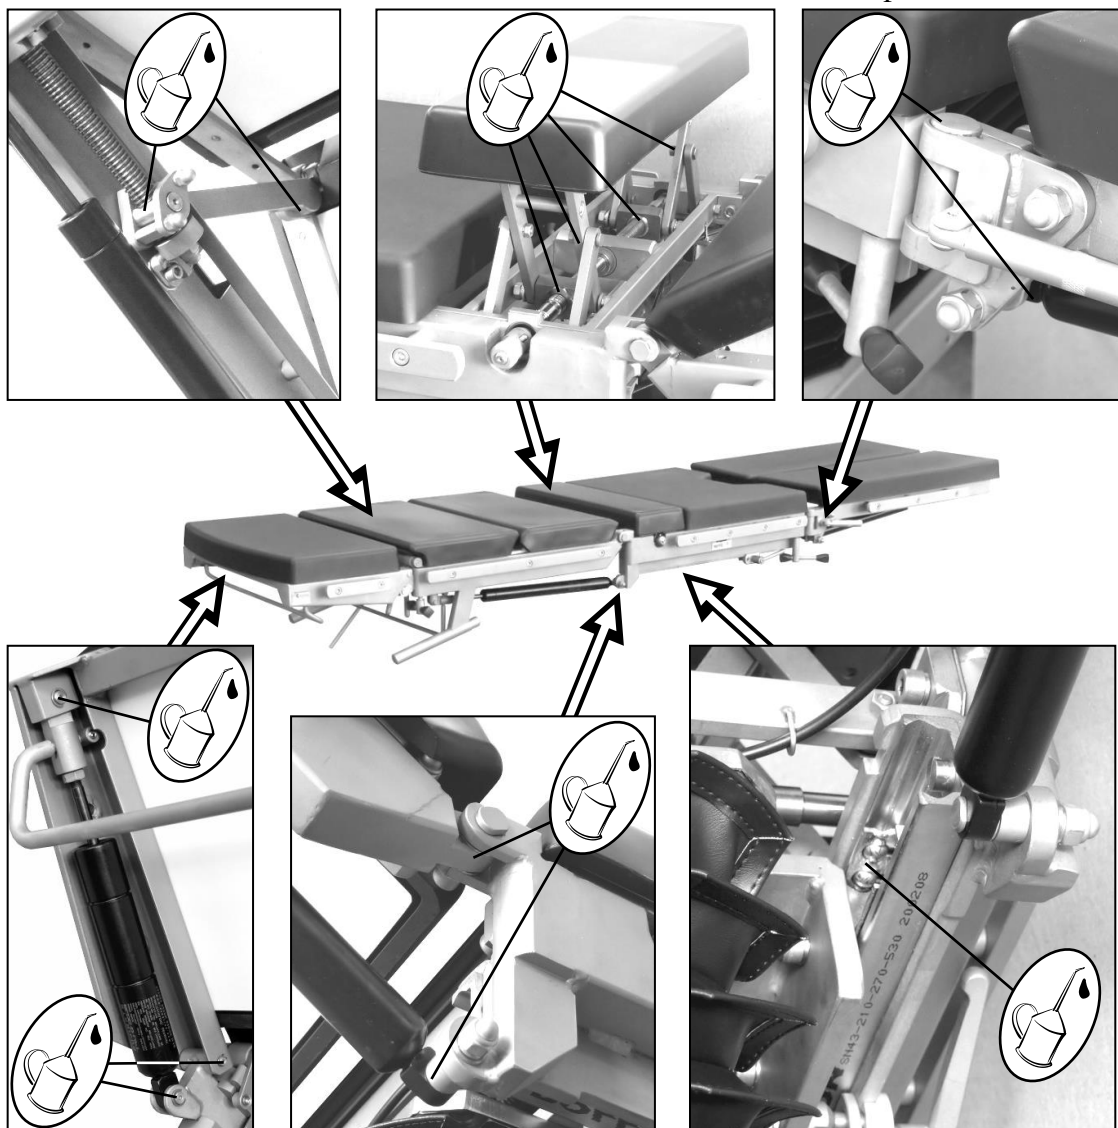

Рисунок 13. Схема смазки панели стола.
- смажьте все подвижные соединения панели стола тонким слоем технического вазелина либо светлым машинным маслом (Рисунок 13);
Смажьте подвижные соединения панели стола (Рисунок 13) тонким слоем технического вазелина или светлым машинным маслом. Удалите излишки масла салфеткой.